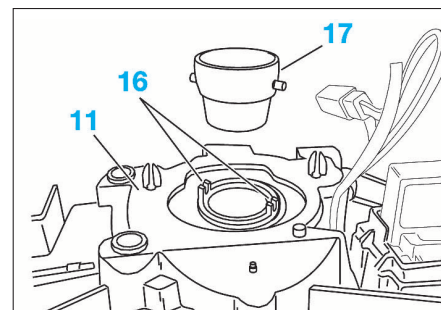

FIG. 9
- lors de la repose du support commodos (11) (Fig.9), mettre la bague d'entraînement (17) du capteur volant en place dans les ergots (16).